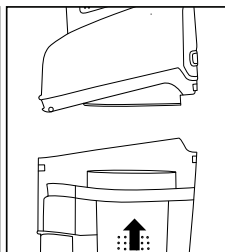

Fig. 4
4. Coloque el depósito de polvo en la aspiradora (Fig. 4).